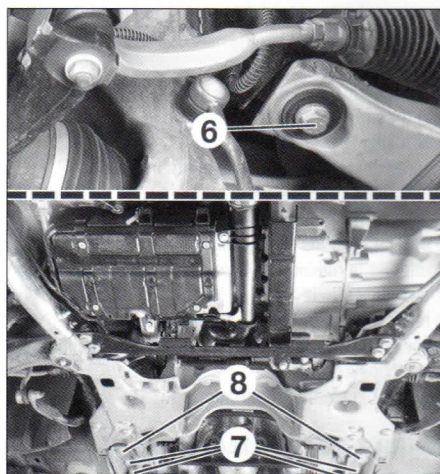

FIG. 12
- Desmontar la fijación superior del amortiguador izquierdo (fig. 12).